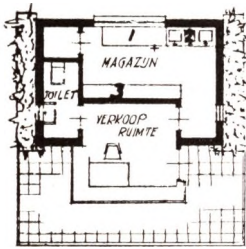

Fig. 1
- Magazijn met werkbank (zie 1 in Fig. 1, oliewand-tankjes (zie 2 in Fig. 1) en voorraadrek voor bus-sen olie enz. (zie 3 in Fig. 1).